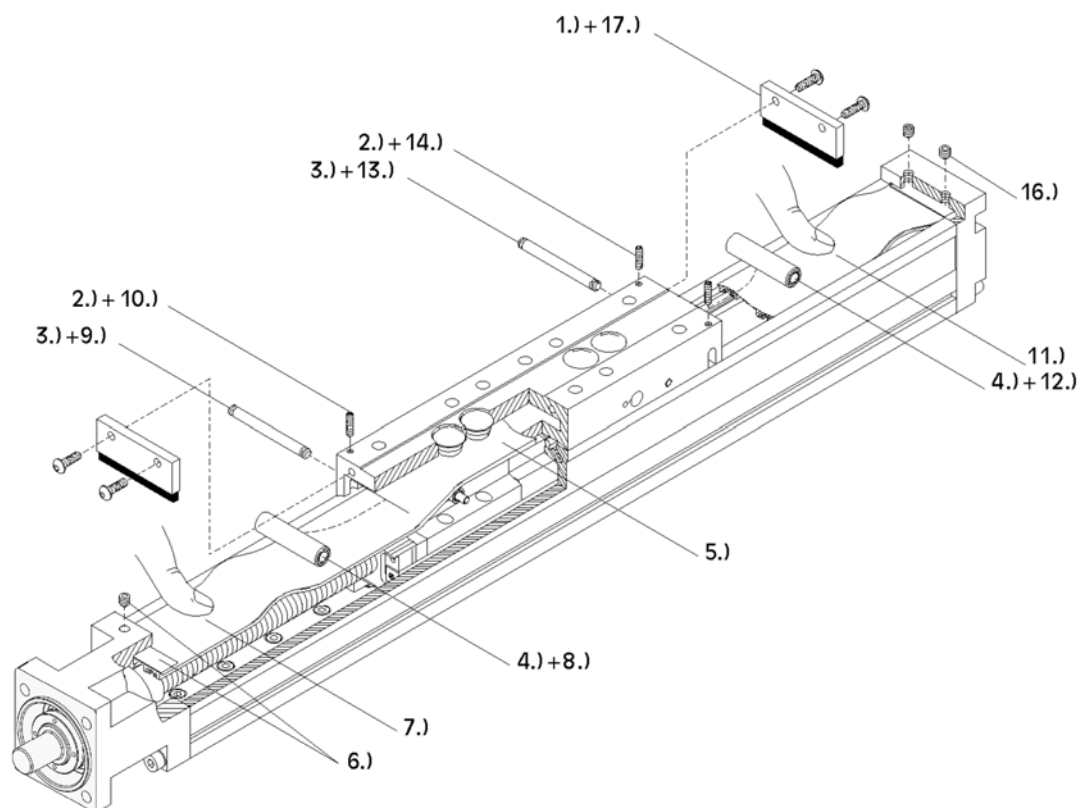

Bild 16: Abdeckband wechseln
1. **Bild 16:** Beide Abstreifbürsten entfernen.